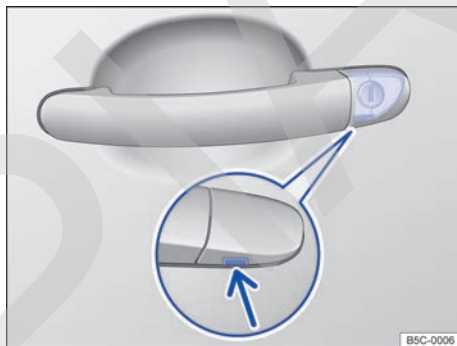

Fig. 54 Manija de la puerta del conductor: bombín de la cerradura oculto.
- Introduzca el paletón de la llave, por abajo, en el orificio que hay en la caperuza de la manilla de la puerta del conductor → fig. 54 (flecha).